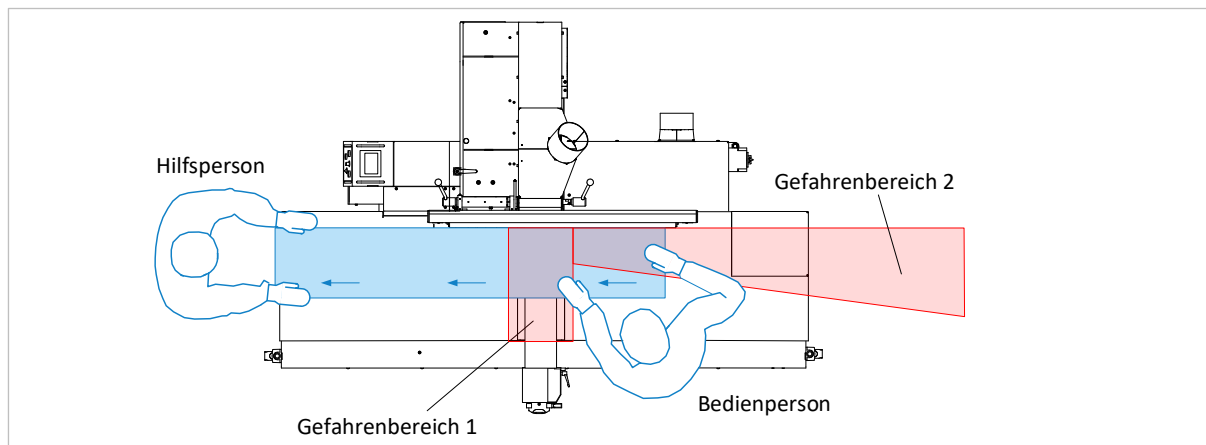

Abbildung 2: Gefahrenbereiche beim Abricht hobeln
- Die Bedierson der Maschine muss beim Abricht hobeln generell vor dem Abrichttisch, rechts neben der Messerwelle bzw. Hobelschutzvorrichtung stehen. Das Betreten des in ⇒ Abbildung 2 gekennzeichneten Gefahrenbereiches 2 ist bei laufender Messerwelle verboten.